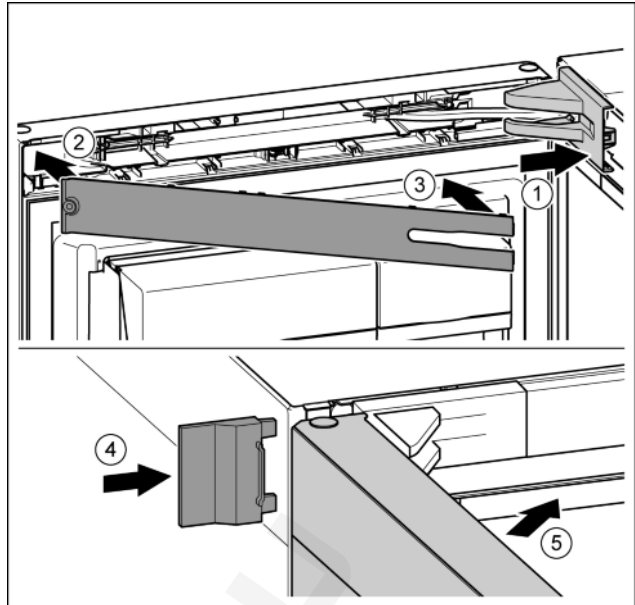

Fig. 25
- ▶ Helyezze fel és pattintsa be a csapágybak fedelét, szükség esetén óvatosan nyomja szét. Fig. 25 (1)
- ▶ Helyezze fel a lemezt. Fig. 25 (2)
- ▶ Fordítsa be és pattintsa be a lemezt. Fig. 25 (3)
- ▶ Tolja fel a külső fedelet. Fig. 25 (4)
- ▶ Csukja be a felső ajtót. Fig. 25 (5)